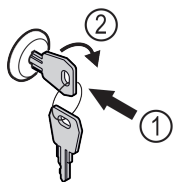

Fig. 123
- ▶ Vstavite ključ. Fig. 123 (1)
- ▶ Ključ obrnite v smeri urnih kazalcev za 90°. Fig. 123 (2)